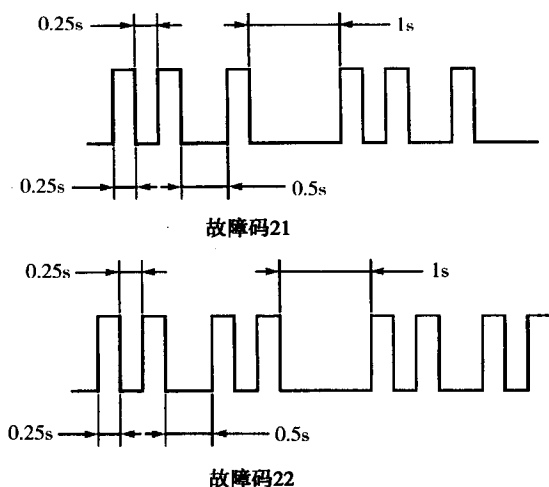

图 1-1-2
(3) 注册第二把主钥匙。将主钥匙插入点火锁芯, SECURITY 指示灯将熄灭至少 1s, 然后变亮, 从点火锁芯中拔出主钥匙。
(4) 注册副钥匙。将副钥匙插入点火锁芯, SECURITY 指示灯将熄灭至少 1s, 然后变亮, 从点火锁芯中拔出副钥匙, 确保 SECURITY 指示灯开始闪亮。
(5) 如果注册完成且系统工作正常, 则从点火锁芯中拔出点火钥匙时, SECURITY 指示灯将闪亮。若在自动注册模式下, 对于遥控器钥匙 ECU 来说, 点火钥匙注册没有完成, 则 SECURITY 指示灯将显示故障码 21。插入已经注册的点火钥匙时, SECURITY 指示灯将显示故障码 22。故障码显示见图 1-1-2。